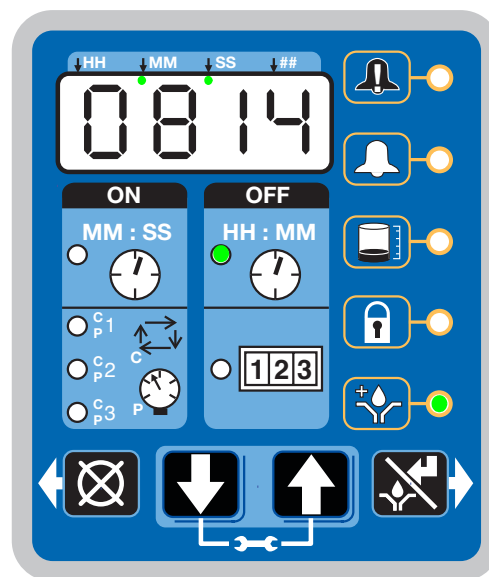

FIG. 49
- Il LED vicino all'orologio nel campo SPEGNIMENTO è illuminato (FIG. 49).
- Il LED di Prelubrificazione si accende (FIG. 49).
- Il display visualizza il tempo rimanente finché non inizia il ciclo di lubrificazione. L'esempio fornito in FIG. 49 mostra che rimangono 8 minuti e 14 secondi prima dell'inizio del ciclo di lubrificazione.